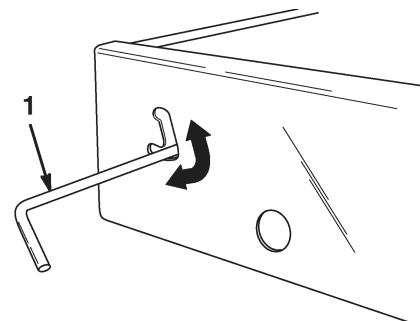

Bild 9
1. Schieben Sie den Riegel aufwärts in Richtung der Oberseite des Ausschnitts im Pritschenrahmen (Bild 9).
3. Bewegen Sie, um die Pritsche fest mit dem Chassis zu verbinden, den Riegel bis in den unteren Teil des Ausschnitts (Bild 9).